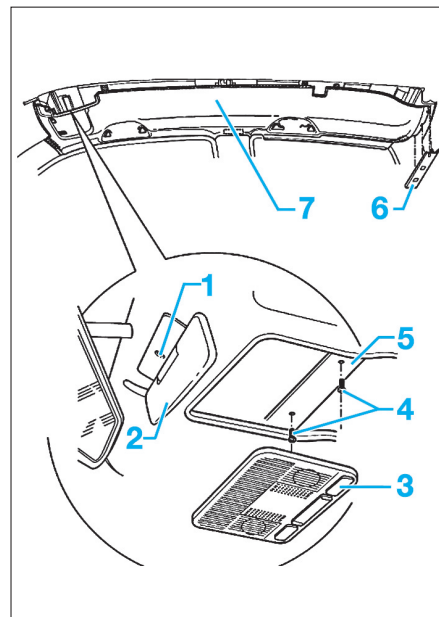

Fig. 78
- le plafonnier (2).
- la vis (1) et retirer le pare-soleil central (Fig.78),
- Ajuster la garniture de pavillon (7) à l'avant en fonction des paliers du pare-soleil (Fig.78).
- Fixer la garniture de pavillon à l'aide de deux vis (4).
- Agrafer le couvre-joint (6) dans le cadre de pavillon.
⚠ Après la repose, vérifier si le couvre-joint (6) se trouve entièrement dans le jonc du joint de la baie de hayon (Fig.78).